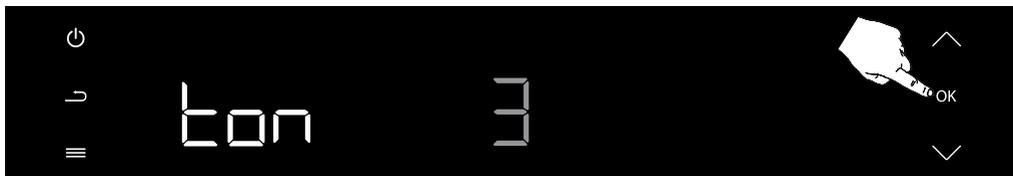

Abbildung 118
Drücken Sie die Bestätigungstaste (OK) einmal, um den gewählten Ton zu bestätigen. (siehe Abbildung 118)